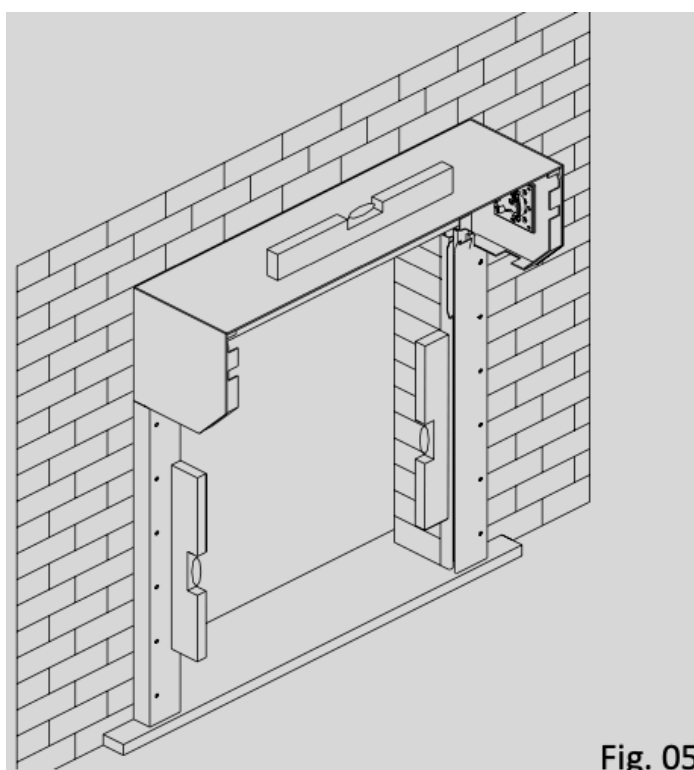

Fig. 05
- Installer le coffre et les guides en applique sur la façade (installation Fig. 05)